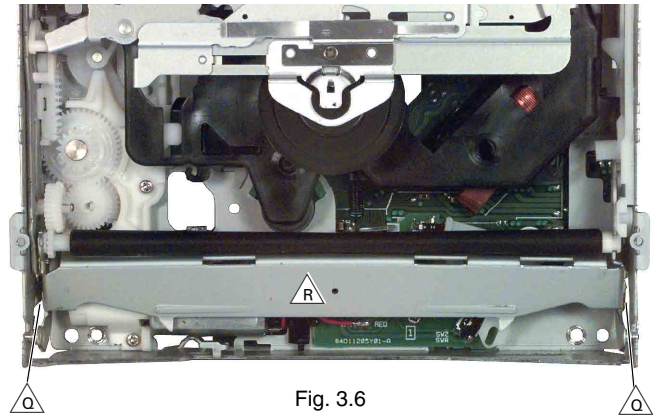

Fig. 3.6
- 2 Federn \triangle_Q (Fig. 3.6) aushängen und die Halterung \triangle_R der Andruckrolle herausnehmen.
- Unhook 2 springs \triangle_Q (Fig. 3.6) and take off the holder \triangle_R of the pressure roller.